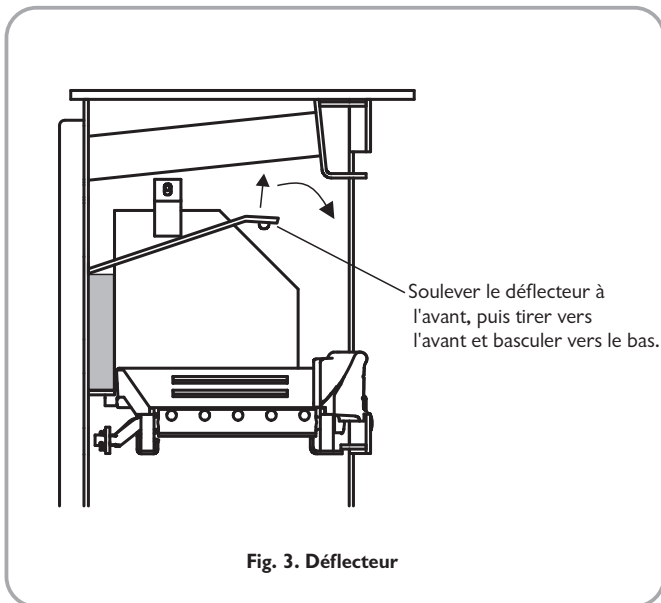

Fig. 3. Déflecteur
Avant de tenter de nettoyer le déflecteur ou les conduits de fumée, vérifier que l'appareil est froid. Porter des gants adaptés pour éviter les irritations dues au dépôt de suie. Pour déposer le déflecteur, soulever le bord avant, tirer la plaque vers l'avant pour aligner les encoches avec les ergots supports, puis basculer la plaque vers le bas sur ses supports arrière (voir Fig. 3).
Après élimination de toute la suie du poêle, reposer le déflecteur (voir figure 3), les grilles d'arrivée d'air latérales et le pare-bûches.
3. Le déflecteur doit être posé en haut de l'appareil et doit être vérifiée pour s'assurer qu'elle n'a pas été déplacée pendant le transport. La méthode de mise en place et de positionnement du déflecteur est indiquée sur la figure 3.